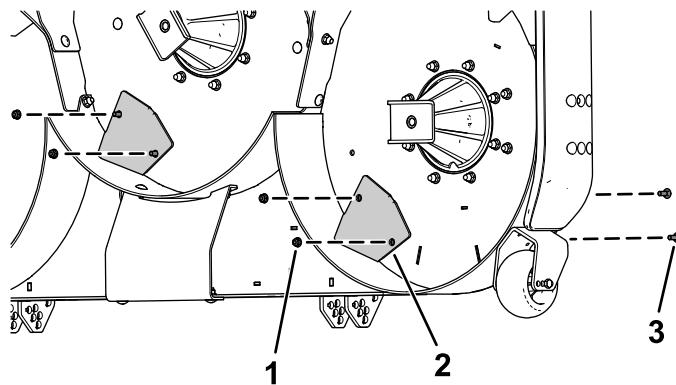

Рисунок 6
2. Прикрепите 2 выталкивателя к деке газонокосилки с помощью 4 каретных болтов (5/16 x 7/8 дюйма) и 4 фланцевых гаек (5/16 дюйма), как показано на Рисунок 6.